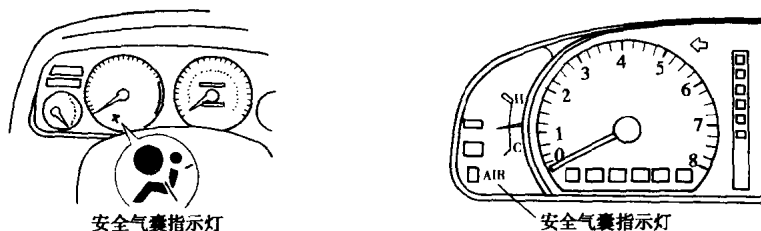

图 1-2-1 安全气囊指示灯
- (1) 将点火开关转到 ACC 或 ON 位置, 等待 20s 以上。
- (2) 利用跨线从诊断座中 TC 与 E1 直接跨接。
- (3) 若系统正常, “AIR BAG”图 1-2-1 会显示每秒闪两次。